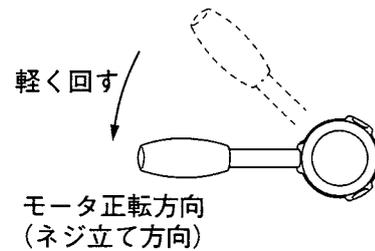

図 27
②回転が止まったのを確認してから、再度ハンドル棒を反時計方向に回してください。モータを正転方向(ネジ立て方向)に回転し、ネジ立てが開始されます。(図27)